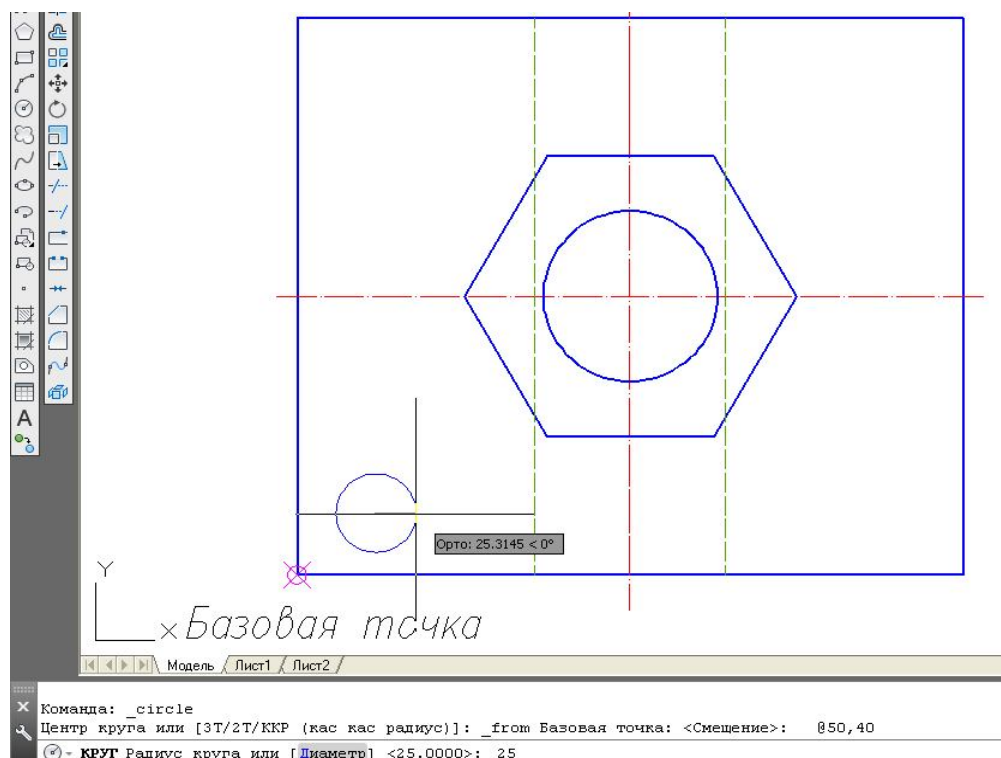

Рис. 65. Использование привязки **Смещение**
3.5. Выполнить крайнюю окружность радиусом 25 мм, как элемент будущего массива, с помощью команд **Рисование** → **Круг** → временная привязка **Смещение**  → ЛКМ на базовой точке (см. рис. 65) → @50,40 ↵ → 25 ↵.
– внутреннюю рамку чертежа вычертить с помощью команды **Прямоугольник** (**Слой 1**). Отвечая на первый запрос ввести координаты 20,5↵. Вторую точку прямоугольника ввести с помощью относительных координат. Для этого использовать привязку **Смещение**  (см. подр. 5.5 и рис. 65) и на запрос о базовой точке указать верхний правый угол внешней рамки чертежа, далее на вопрос о величине отступа ввести значение @-5,-5↵.